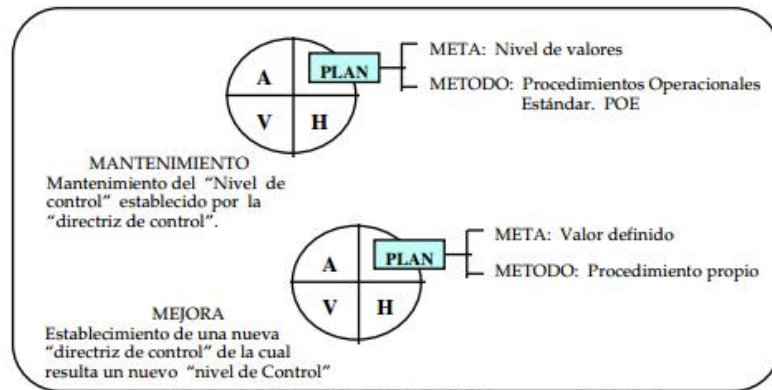

Figura 2. Utilización del ciclo PHVA para mantenimiento y mejora de la directriz de control del proceso.
El ciclo PHVA es utilizado para el mantenimiento del nivel de control (Cumplimiento de las directrices de control. Ver figura 2), cuando el proceso es repetitivo y el plan (P) consta de una meta, que es una faja aceptable de valores y de un método que comprende los “procedimientos Operacionales de Estándar POE”. Por lo tanto, el trabajo que se ejecuta a través del ciclo PHVA en el Mantenimiento consiste, esencialmente, en el cumplimiento de procedimientos Operacionales de Estándar POE. Los indicadores de resultado, en este caso, son fajas de valores-estándar como, por ejemplo: calidad-estándar, costo-estándar, plazo estándar, cantidad-estándar, etc.
El ciclo PHVA también se utiliza para el mejoramiento del nivel de control (o mejoramiento de la “directriz de control”. - (ver figura 2). En este caso, el proceso no es repetitivo y el plan consta de una meta que es un valor definido (por ejemplo: reducir en un 50% el índice de piezas defectuosas) y de un método que comprende aquellos procedimientos propios, necesarios para alcanzar la meta. Esta meta es el nuevo “nivel de control” que se pretende.
Todos los integrantes de la empresa (directores, gerentes, técnicos y auxiliares) utilizan el ciclo PHVA de las dos maneras que se indican en la figura 2, pero los auxiliares utilizan más intensamente el ciclo PHVA en el Mantenimiento, pues su trabajo consiste, esencialmente, en el cumplimiento de los estándares. Los auxiliares utilizan el ciclo PHVA en las Mejoras cuando participan de los Círculos de Control de la Calidad (CCC). A medida que se asciende en la jerarquía, el ciclo PHVA se utiliza cada vez más en las mejoras, como lo demuestra la figura 2. Esto significa que la gran función de las instancias de decisión es establecer nuevos niveles de control que garanticen la supervivencia de la empresa. Es establecer nuevas “directrices de control”.